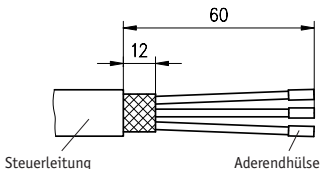

Abb. 7: Kabelvorbereitung
- Die Kabel gemäß Abb. 7 vorbereiten